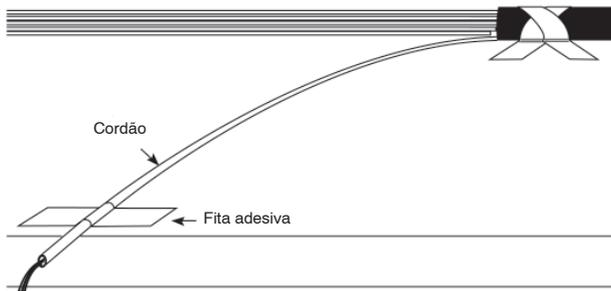

Figura 21
**8.1** Prenda a extremidade do cabo numa superfície de trabalho em baixo com fita adesiva, de maneira a que as marcas nos cordões alcancem o bordo da superfície de trabalho (ver Figura 21).
**8.3** Aplique fita adesiva no cordão a receber o BTF, de maneira a que 1-2 polegadas do tubo descaem da borda da superfície de trabalho, conforme indicado na Figura 21.